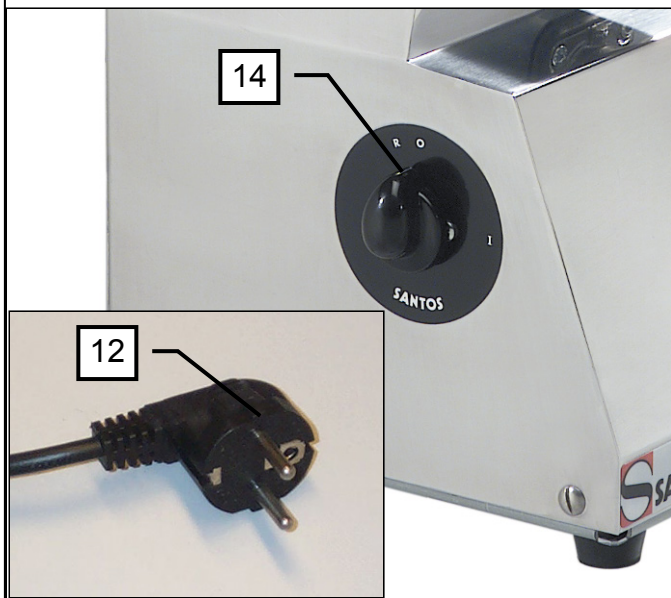

Figure 3
1. Introduire la vis d'amenée (3) avec la rondelle de frottement (7) dans le corps de hachoir (1). (Fig. 3). Attention de bien vérifier la présence de cette rondelle de frottement coté six pans d'entraînement, sous peine d'une détérioration prématurée des pièces en contact lors de l'utilisation.
2. Monter le couteau (4) sur le carré de la vis (3).